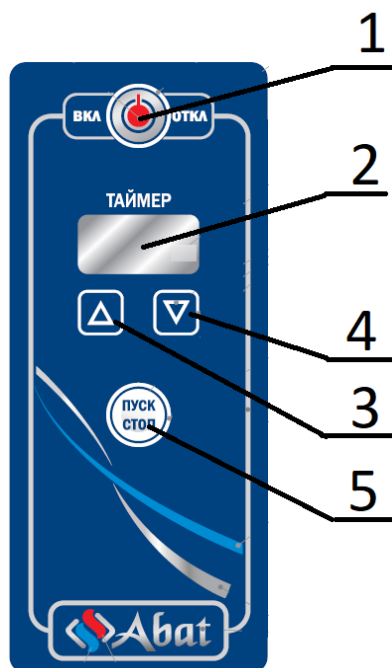

Рис. 2 Пульт управления
4.2. Управление работой массажера осуществляется с панели управления (см. рис. 2).